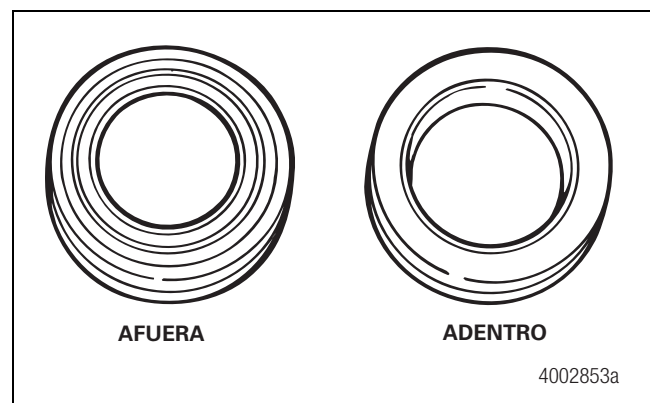
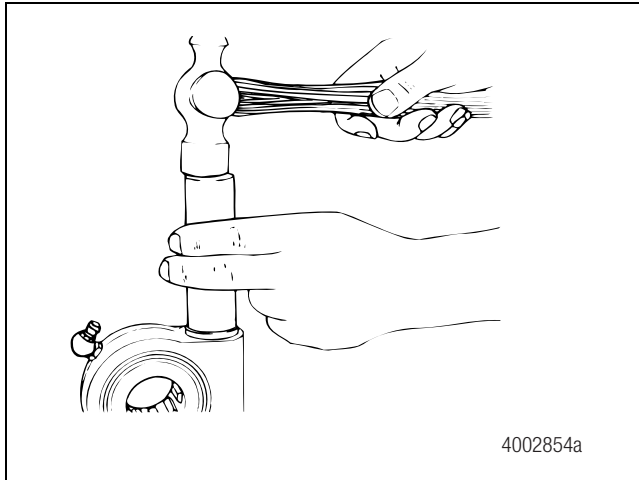

Figura 5.1
Figura 5.2
4. Coloque el sello directamente sobre el diámetro interior del sinfín, con los rebordes del sello fuera del diámetro interior y con el retenedor de metal dentro del diámetro interior. Figura 5.1. Use un martillo y un impulsor de sellos de 1-3/16 pulgadas (30.2 mm) de diámetro para instalar el sello en forma recta en el diámetro interior. Figura 5.2. No golpetee el sello después de que éste haya llegado al fondo del diámetro interior. Si lo hace, se dañará el sello.